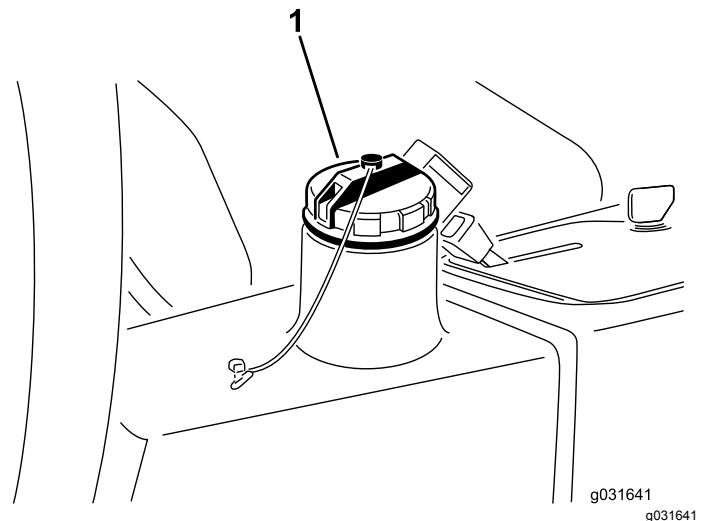

Figura 67
4. Encha o reservatório (Figura 67) com aproximadamente 13,2 litros de fluido hidráulico; consulte Verificar o nível do fluido hidráulico (página 55) e Especificações do fluido hidráulico (página 55).